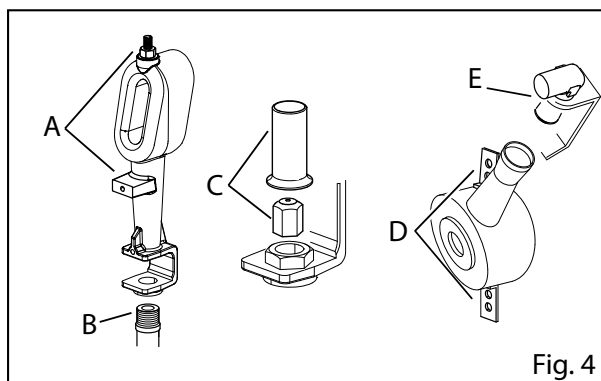

Fig. 4
- Desenrosque la fijación en el soporte y la conexión a la alimentación (Fig. 4/A+B)
- Desmonte el tubo de venturi y la boquilla del quemador que se debe cambiar (Fig. 4/C)
- Desenrosque los tornillos de fijación del quemador (Fig. 4/D) y la conexión a la alimentación (Fig. 4/E)